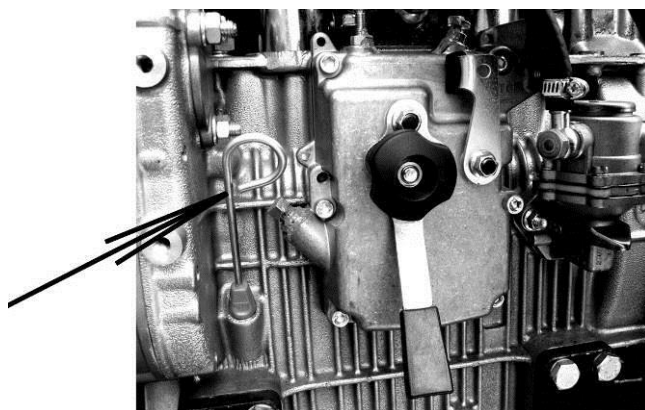

Рис. 6.3.1
1. Проверить щупом уровень масла в картере двигателя (см. рис. 6.3.1).